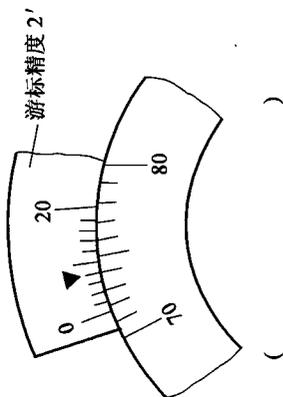
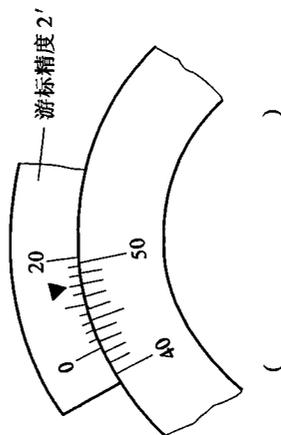

图 3-6
图 3-7
3. 读出图 3-6、图 3-7、图 3-8、图 3-9 中的尺寸，并将答案写在括号内。